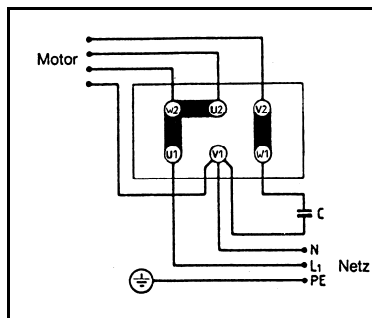
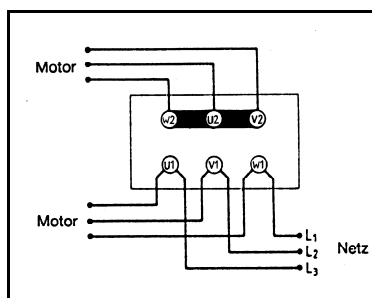

Fig. 3: Schaltbild Einphasen-Kondensatormotor
Fig. 4: Schaltbild Drehstrommotor (Y-Schaltung)
- i** Der Klemmenanschluss ist entsprechend der Schaltbilder in Fig. 3 (Einphasen-Kondensatormotor) und Fig. 4 und 5 (Drehstrommotor) auszuführen.